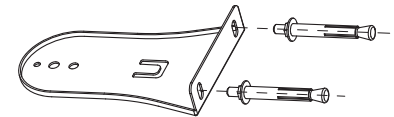

Рис. 7
4. Просверлите 4 отверстия для распорных дюбелей М6×50, вставьте дюбеля в отверстия, соедините их с кронштейнами и плотно закрутите гайки так, чтобы дюбеля зафиксировались на потолке или стене. (Распорные дюбеля приобретаются отдельно). См. рис.7.